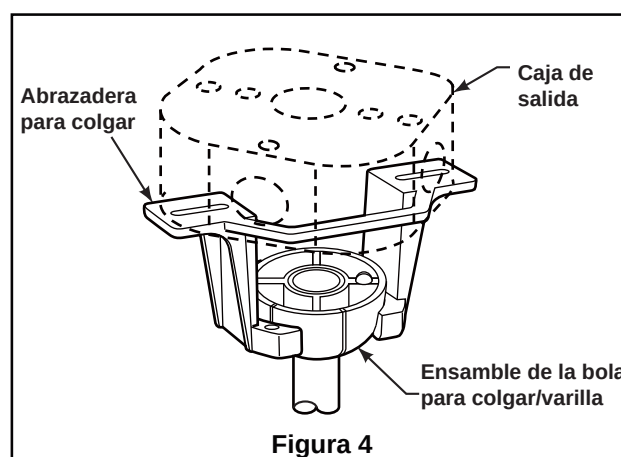

Figura 4
- ☐ 4. Enrosque el soporte de la varilla y alinee los orificios de la clavija de horquilla en ambas piezas. Instale la clavija de horquilla y asegúrela con la pinza de horquilla. Fije los dos tornillos de presión y las tuercas de seguridad en el soporte de la varilla interior. (Figura 4)
- ☐ 2. Levante cuidadosamente el ventilador y coloque el ensamble de la bola para colgar/varilla en la abrazadera para colgar que acaba de fijar a la caja de salida. Asegúrese de que la ranura de la bola esté alineada con la lengüeta de la abrazadera para colgar. (Figura 4)
- ☐ 4. Instale la unidad LED en la unidad del kit de iluminación usando los tornillos extraídos en el paso 2. (Figura 4)
☐ **6. Configuración del mando a distancia y proceso de configuración de la velocidad (RPM): (Figura 4)**